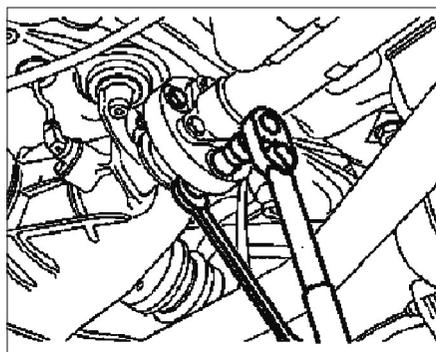

FIG. 4
- Déposer les fixations du flector sur le pont arrière (Fig.4).
- Désaccoupler l'arbre de transmission du différentiel (Fig.4).